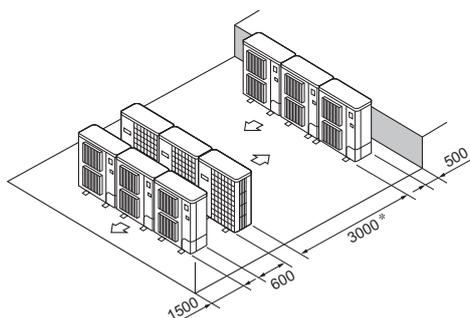

Fig. 2-13
- ⑦ Disposizione di diverse unità parallele (Fig. 2-13)